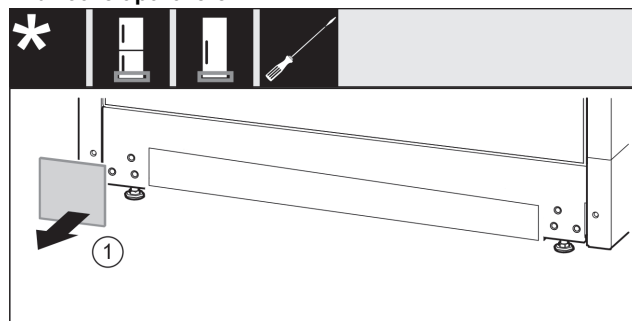

Fig. 31
- ▶ Scoateți capacul Fig. 31 (1).